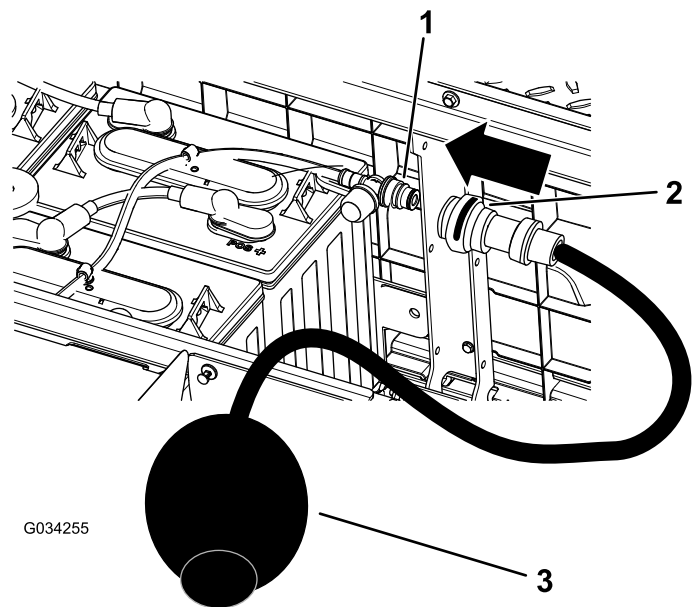

Figura 40
4. Conecte su bomba de agua manual Toro al orificio de llenado de agua (Figura 40).